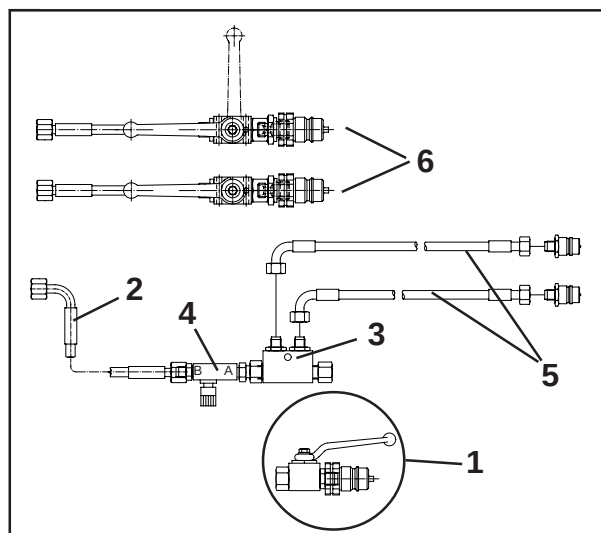

Fig. 23
- Pos.6, Fig.23: på spridaren befintliga hydraulanslutningar för spärrreglering
- Pos.5, Fig.23: hydraulanslutning för Limiter ansluts till dubbelverkande hydraulventil
Den förmonterade avstängningskranen och snabbkopplingen (Fig.23/1) skruvas loss från hydraulslangen för Limiter (Fig.23/2). Snabbkopplingen används för spärrventilen.
Spärrventil (Fig.23/3) skruvas fast efter strypling (Fig.23/4).
Hydraulslangen och snabbkopplingen (Fig.23/5) ingår i leveransen av extrautrustningen.